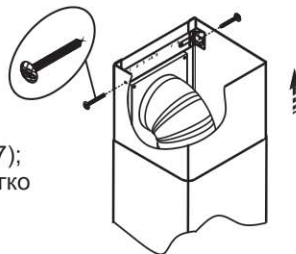
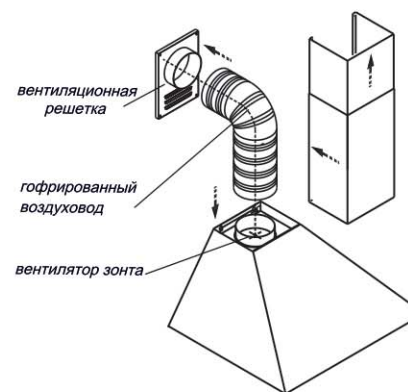
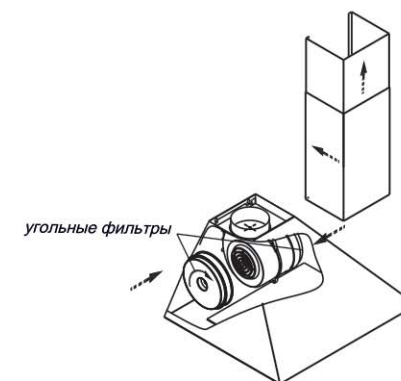

РИС. 9
РИС. 7
РИС. 8
6.4. Установите фальштрубы (рис. 7, 8). Выдвиньте верхнюю фальштрубу, оденьте ее на кронштейн (рис. 9) и закрепите винтами самонарезаемыми 3,5x11мм.
- будьте осторожны при установке фальштруб (рис. 7); не повредите поверхности из нержавеющей стали. Их легко поцарапать.
6.3. В зависимости от режима эксплуатации зонта соедините вентилятор с вентиляционной решеткой полужестким гофрированным воздуховодом (рис. 7) или установите на вентилятор угольные фильтры. Угольные фильтры устанавливаются на защитные решетки корпуса вентилятора путем легкого нажатия и поворота их по часовой стрелке (рис. 8).